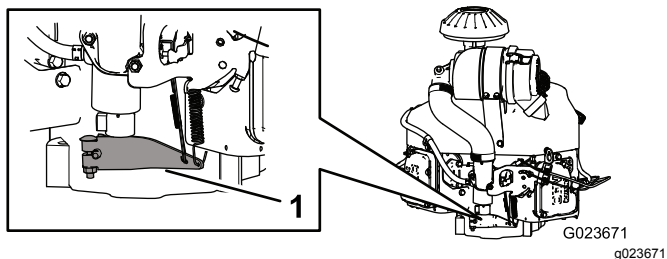

Рисунок 67
3. Нажмите подпружиненный конец рычага регулятора оборотов вниз (Рисунок 67).